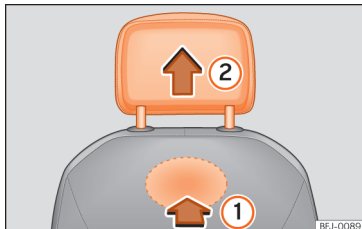

Fig. 109 Encosto de cabeça dianteiro: desmontagem.
- Para desbloqueá-lo, procure o entalhe situado na parte traseira do encosto na zona marcada e pressione no sentido da seta »» Fig. 109 ①.
- Retire o encosto de cabeça no sentido da seta ②.